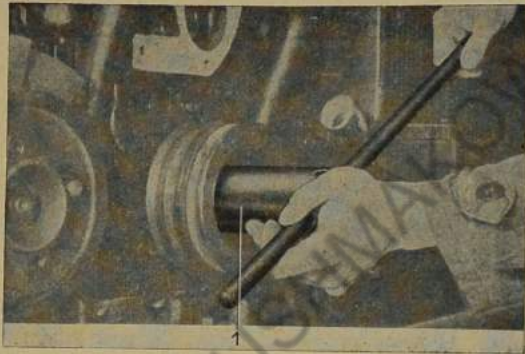

Bild 134: Andrehklaue abschrauben
8. Andrehklaue mit 42 mm Steckschlüssel abschrauben (Bild 134).